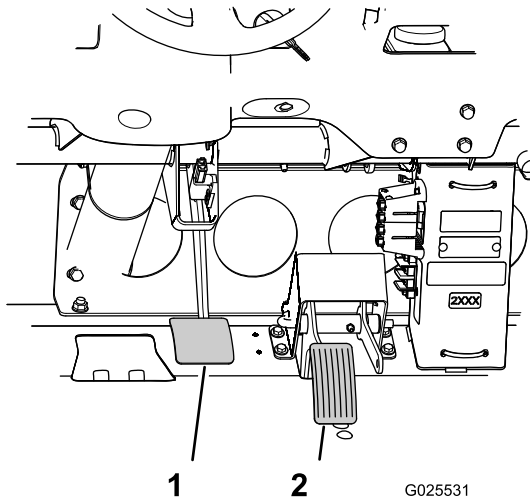

Figura 77
3. Tire hacia arriba del pedal de freno (Figura 77) hasta que entre en contacto con el bastidor.